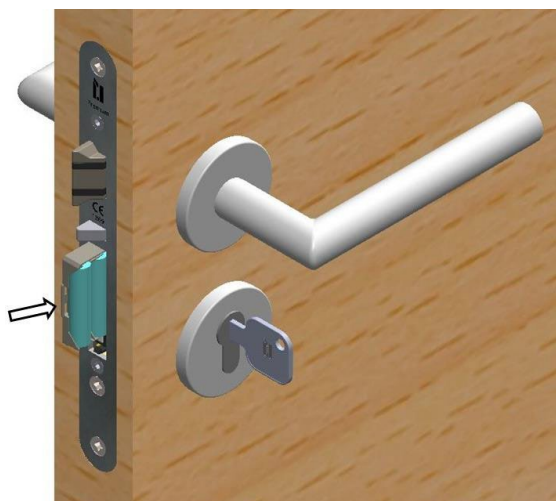

Bild 4.1 – Batteriefach einschieben
- ▶ Schieben Sie das Batteriefach mit den Batteriekontakten nach unten bis zum Anschlag in die Öffnung des GDL7m (Bild 4.1).